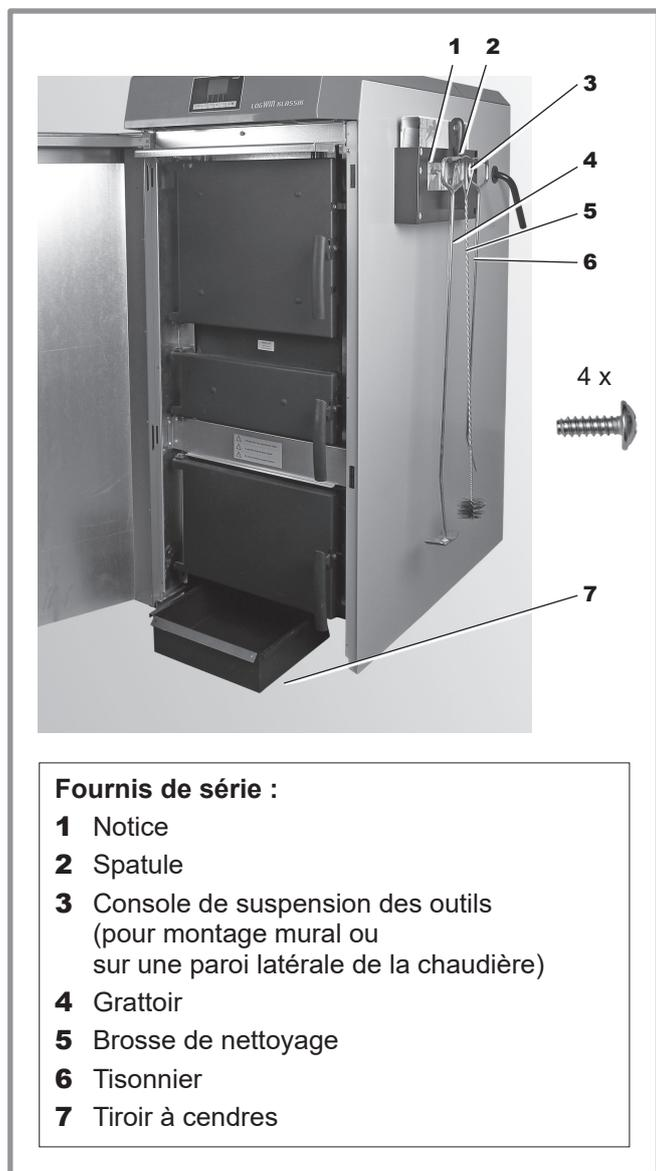

fig. 29 - Console de suspension des outils, tiroir à cendres et outils de nettoyage
- Monter le support outils avec les notices d'instructions et les outils de nettoyage et de commande sur une paroi latérale de la chaudière (*fig. 29*) ou sur un mur du local d'implantation/de la chaufferie.